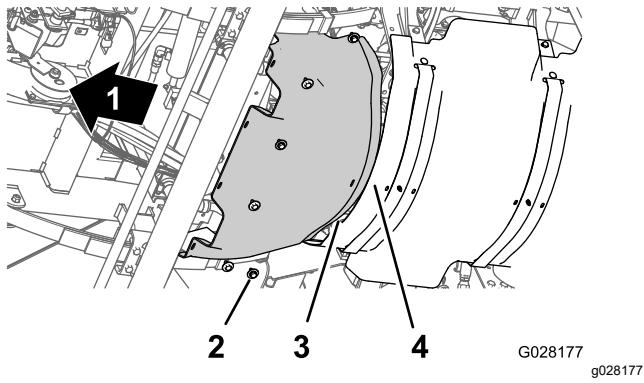

图 66
1. 将前隔热罩上的后凸缘与后隔热罩上的前凸缘对齐图 66。
2. 将前隔热罩上的孔与底盘上的螺纹孔对齐图 66。
3. 使用 拆下前隔热罩 \(页码 44\) 的步骤 3 中卸下的 6 个六角头螺栓和 6 个垫圈图 66 将前隔热罩组装到机器上。